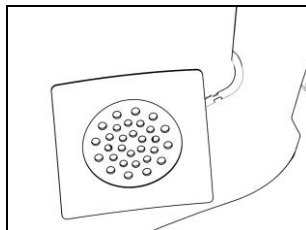

Abb. 39
- Bringen Sie den linken Lautsprecher in den dafür im Wangenteil ausgesparten Bereich an und befestigen Sie ihn mit Hilfe des eigens dafür vorgesehenen Klebebandes (Abb. 39).